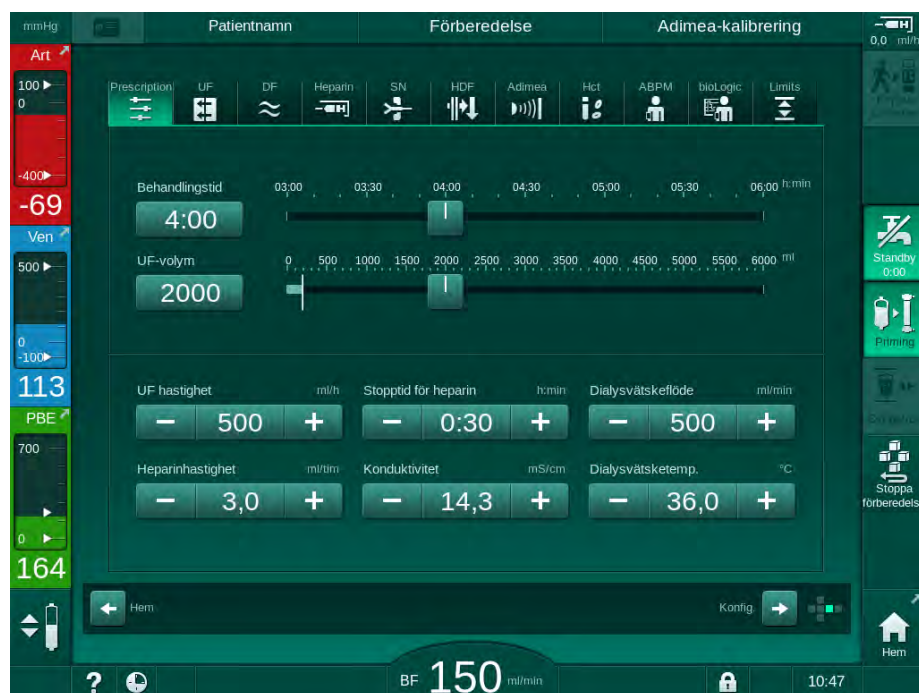

Bild 5-12 Förskrivningsdata på skärmen *Behandlingsdata*
- ↳ Skärmen *Ordination* (Bild 5-12) visas.